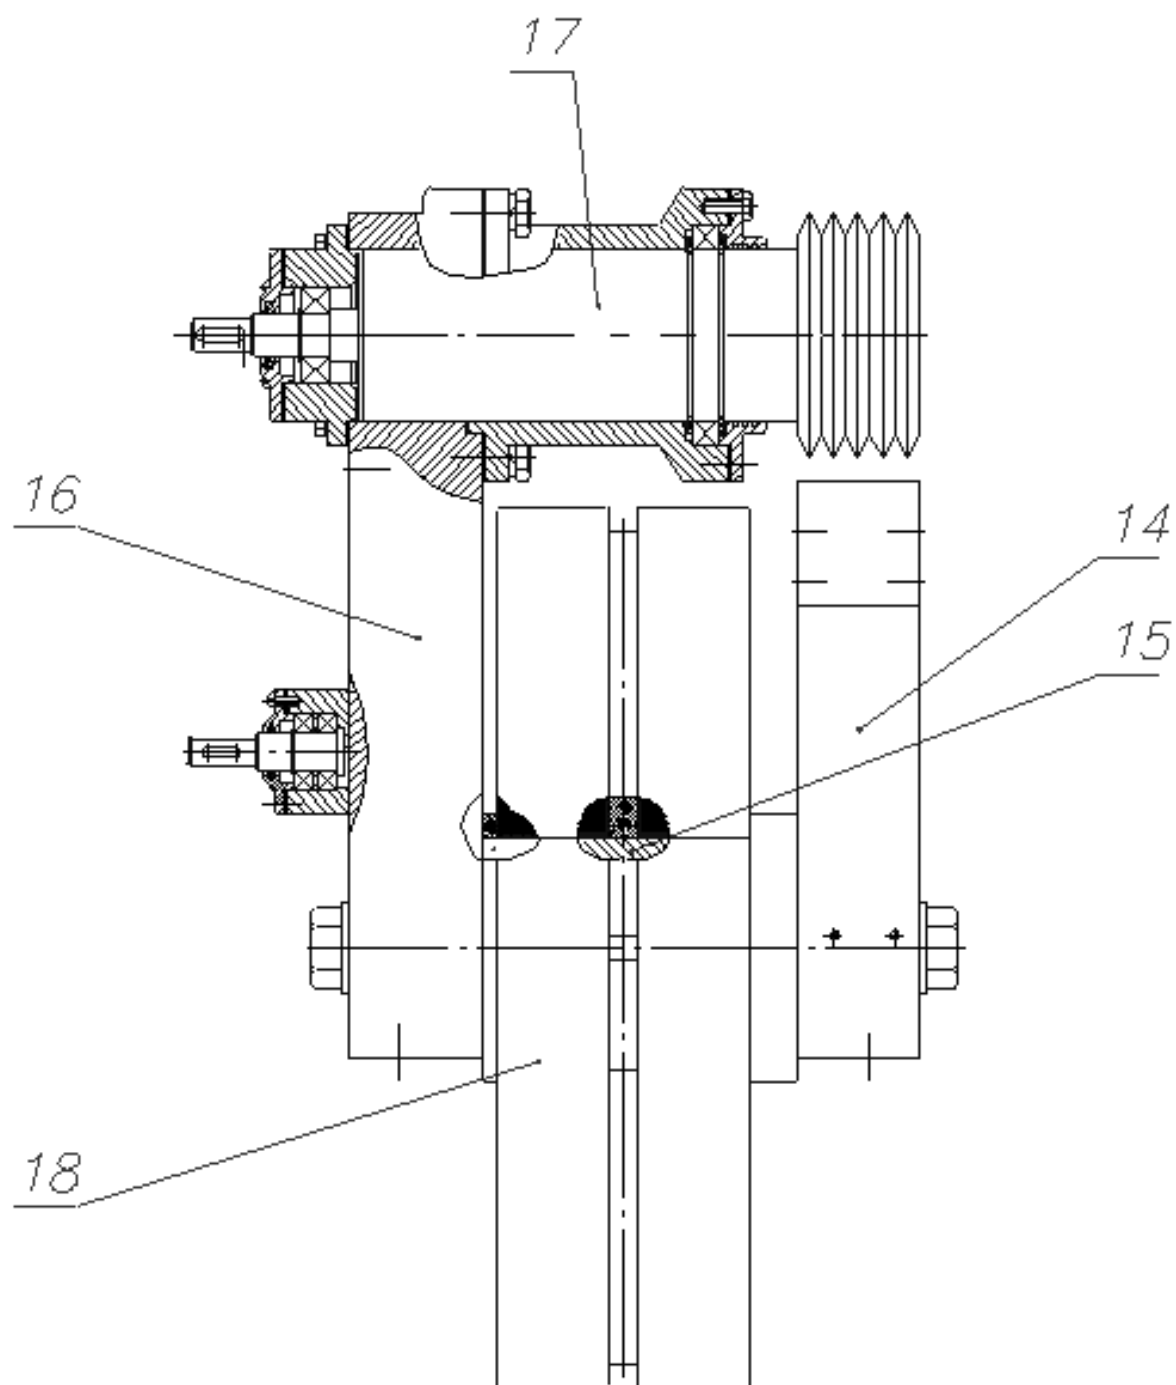

Рис. 2. Система электромагнитная
4.1.1. Электромагнитная система (см. рис. 2) включает в себя полюс 14, сердечник 15, ярмо 16 и валок 17. Эти детали составляют магнитопровод и выполнены из магнитомягкой стали.